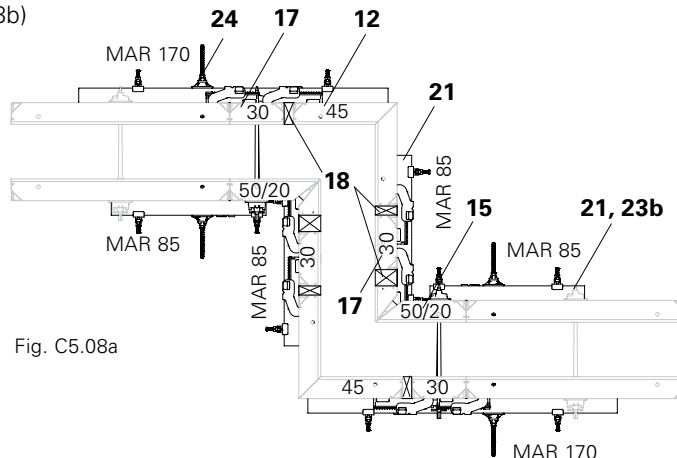

Fig. C5.08a
- Allineatore MAR 85 (21)
- Compen. legno a cura cantiere (18)
- (Fig. C5.08a + C5.08b)